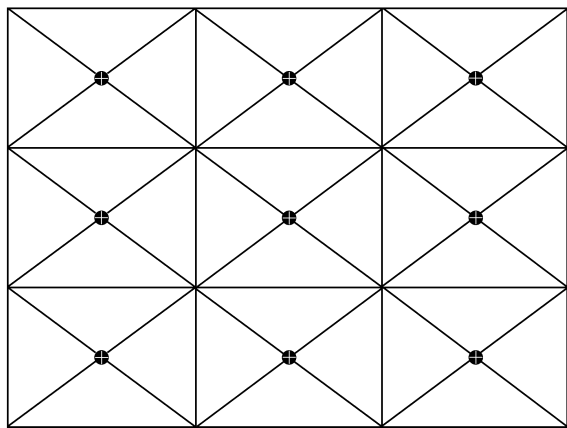

图 6-2 ANSI 流明测试示意图
- ① 投影机与幕之间距离为 2.4 m；
- ② 屏幕为 60 英寸；
- ③ 用测光笔测量屏幕“田”字形内九个交叉点上的亮度，乘以面积，得到投影画面的 9 个点的光通量。
- ④ 求出 9 个点的平均值，就是 ANSI 流明。ANSI 流明测试示意图如图 6-2 所示。